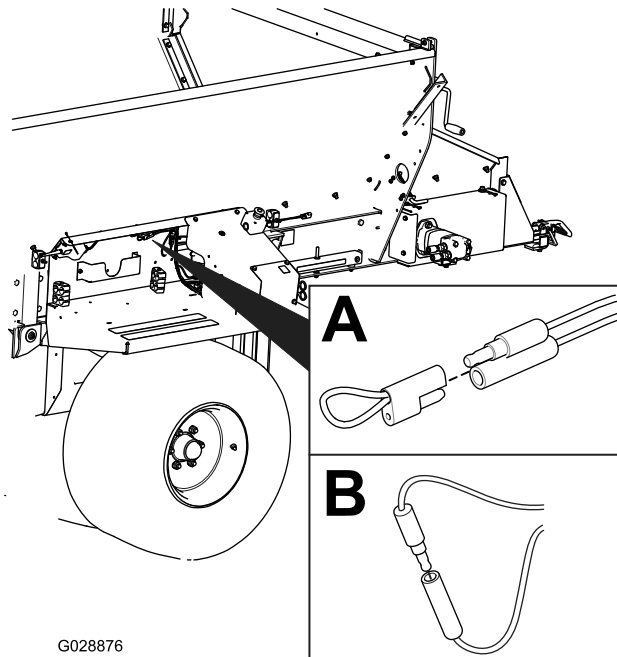

Bild 64
2. Ziehen Sie die unverlierbare Kappe von den zwei Diagnostik-Shuntsteckern ab (Bild 64 A).
3. Stecken Sie die Diagnostik-Shuntstecker zusammen (Bild 64, B).